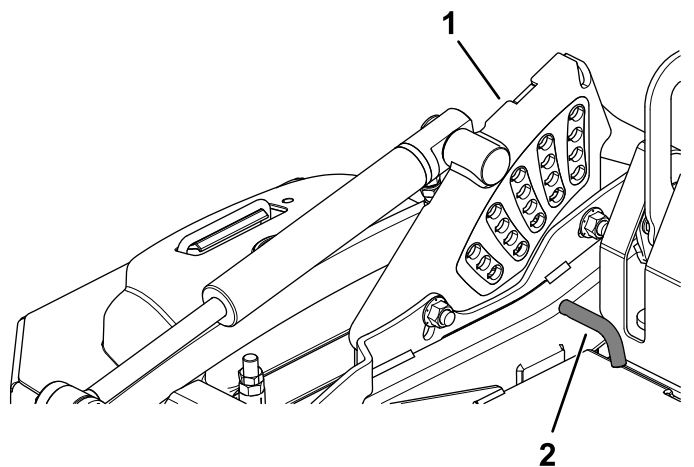

Figura 25
2. Gire el pasador de altura de corte hasta que el pasador cilíndrico que contiene quede alineado con la ranura del orificio del soporte de altura de corte, y retire el pasador (Figura 25).
3. Introduzca el pasador de altura de corte en el orificio que corresponde a la altura de corte deseada (Figura 25).
Consulte las alturas marcadas en la pegatina situada en la placa de ajuste de altura (Figura 25).